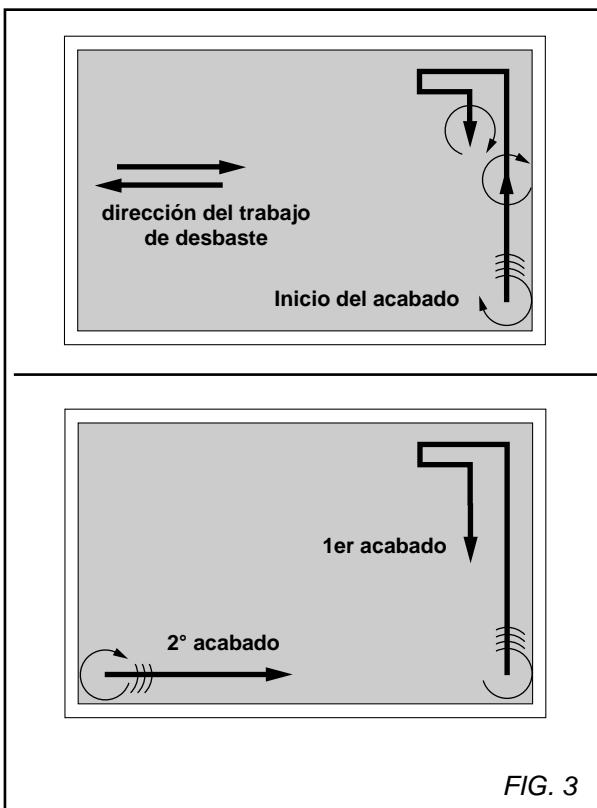

FIG. 3
- Cada paso deberá sobreponer el anterior de / paso para minimizar los riesgos de imperfecciones sobre la superficie. El trabajo de acabado se efectúa después del trabajo de desbaste para obtener una superficie densa, dura y plana [VER FIG.3].